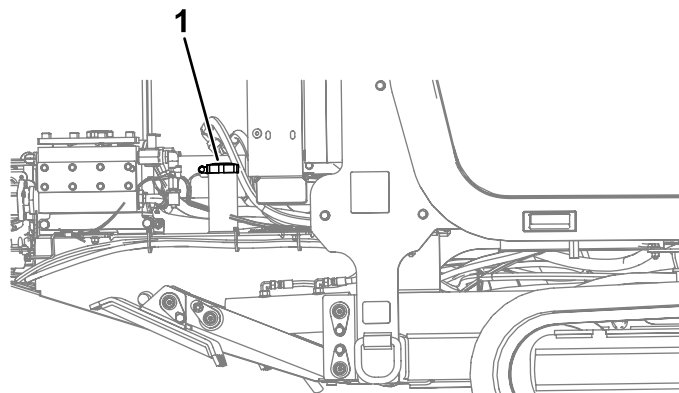

Рисунок 67
- Снимите крышку топливного бака (Рисунок 67).